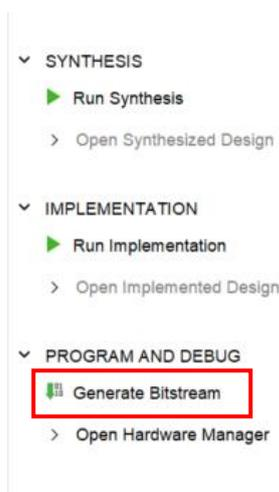
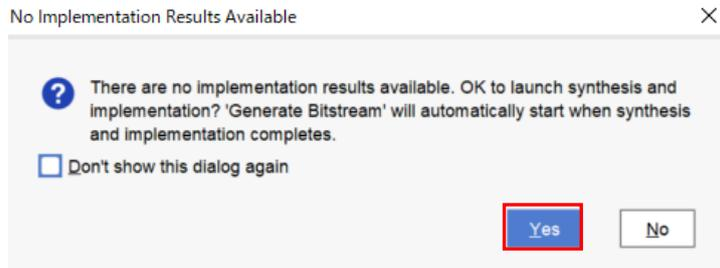
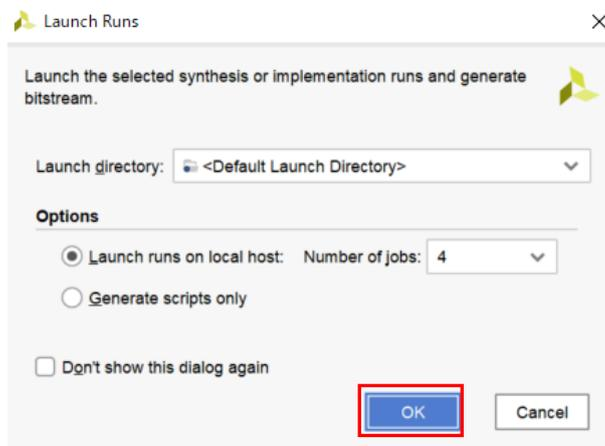

図 4-13 [Flow Navigator] - [PROGRAM AND DEBUG] - [Generate Bitstream]
図 4-14 [No Implementation Results Available] のポップアップ
図 4-15 [Launch Runs]
- (10) [Flow Navigator]の[PROGRAM AND DEBUG]-[Generate Bitstream]をクリックして bit ファイルを生成します(図 4-13)。図 4-14 のようなポップアップが出たら[Yes]を、[Launch Runs] (図 4-15)では[OK]をクリックすると Vivado で合成、インプリメンテーションおよび bit ファイル生成を続けて行います。